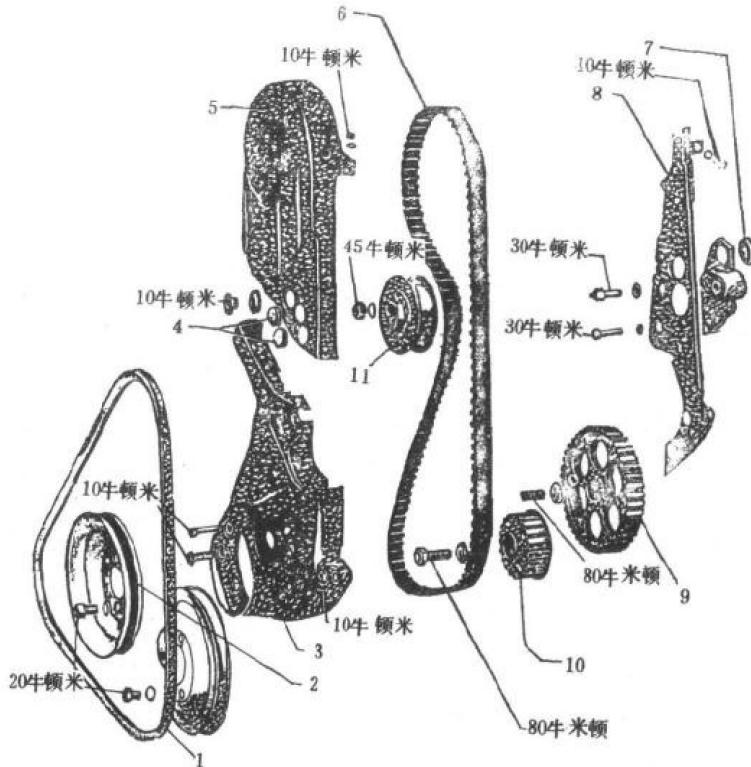

图 1-6 皮带盘、齿形皮带的拆卸
(1) 拆下皮带盘固定螺栓，取下皮带盘。拆下正时齿轮上、下护罩，取下齿形皮带。如图 1-6 所示。
(2) 用扭力扳手，从两端向中央旋出凸轮轴轴承紧固螺母，拆下凸轮轴轴承盖，取下凸轮轴。